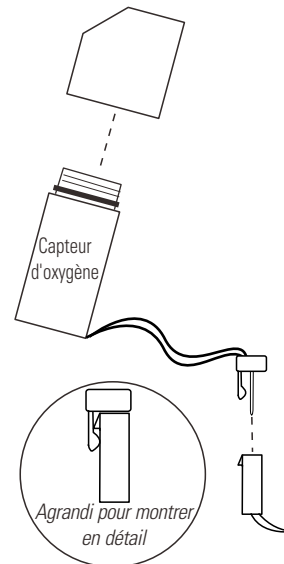

Figure 6-14. Détail
4. Soulevez légèrement la patte fixant la connexion de la borne du capteur. Veillez à ne pas briser la patte. Reportez-vous à l'agrandissement sur la Figure 6-14.